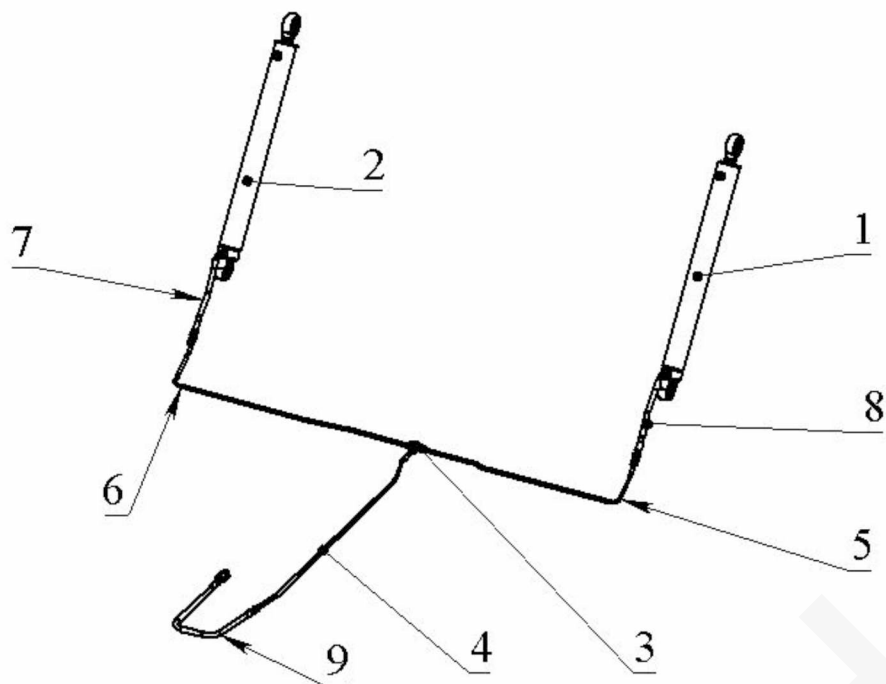

Рисунок 1.3 – Гидрооборудование полуприцепов ПСТ-6; ПСТ-6,5
2.4 Гидрооборудование (рисунок 1.3) предназначено для подъема кузова при разгрузке и состоит из двух гидроцилиндров, трубопроводов, рукавов высокого давления.